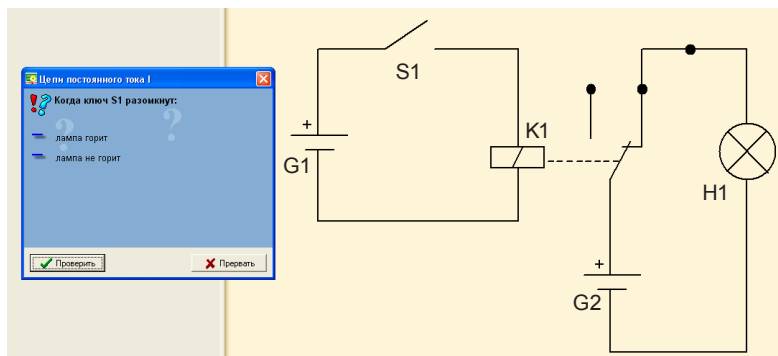

Рис. 8. Экспериментальная схема 6.2
17. Собрать экспериментальную схему 6.2 (рис. 8). Размыкая и замыкая ключ S1, наблюдать результат.